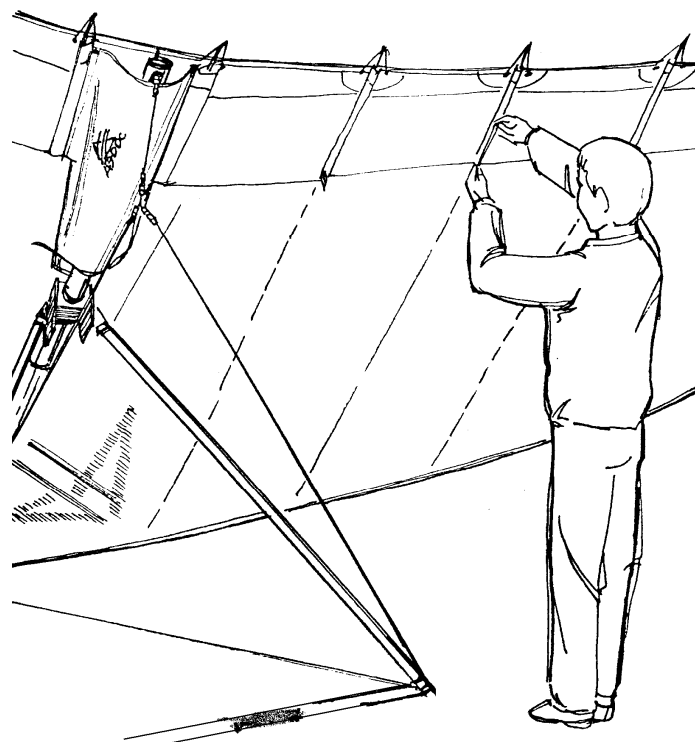

Рис.25
2.2.16. Вставьте в обшивку нижние латы. Начинайте от ближнего к килевому сечению лат-кармана, в который вставляется самая длинная лата. (Рис.25). Лату необходимо утопить в лат-карман до упора, затем немного ее вернуть, чтобы она уперлась в кармашек, который образуется при застрочке лат-кармана.